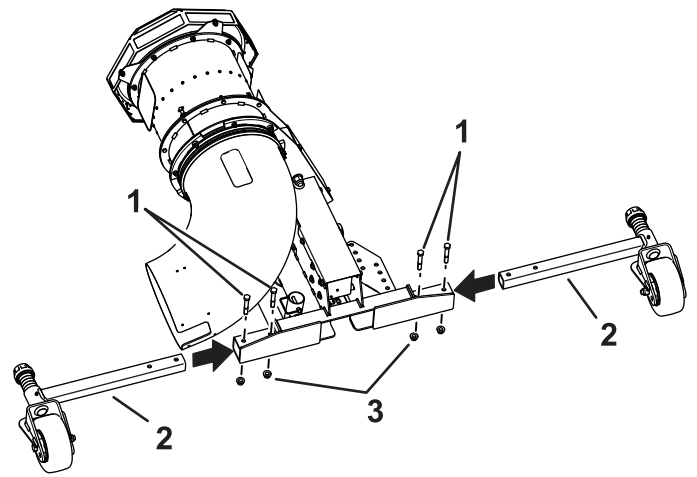

Figure 4
5. Installez les roues pivotantes sur la machine à l'aide de 4 boulons ( $\frac{1}{2} \times 3\frac{1}{2}$  po) et 4 contre-écrous ( $\frac{1}{2}$  po); voir Figure 4.